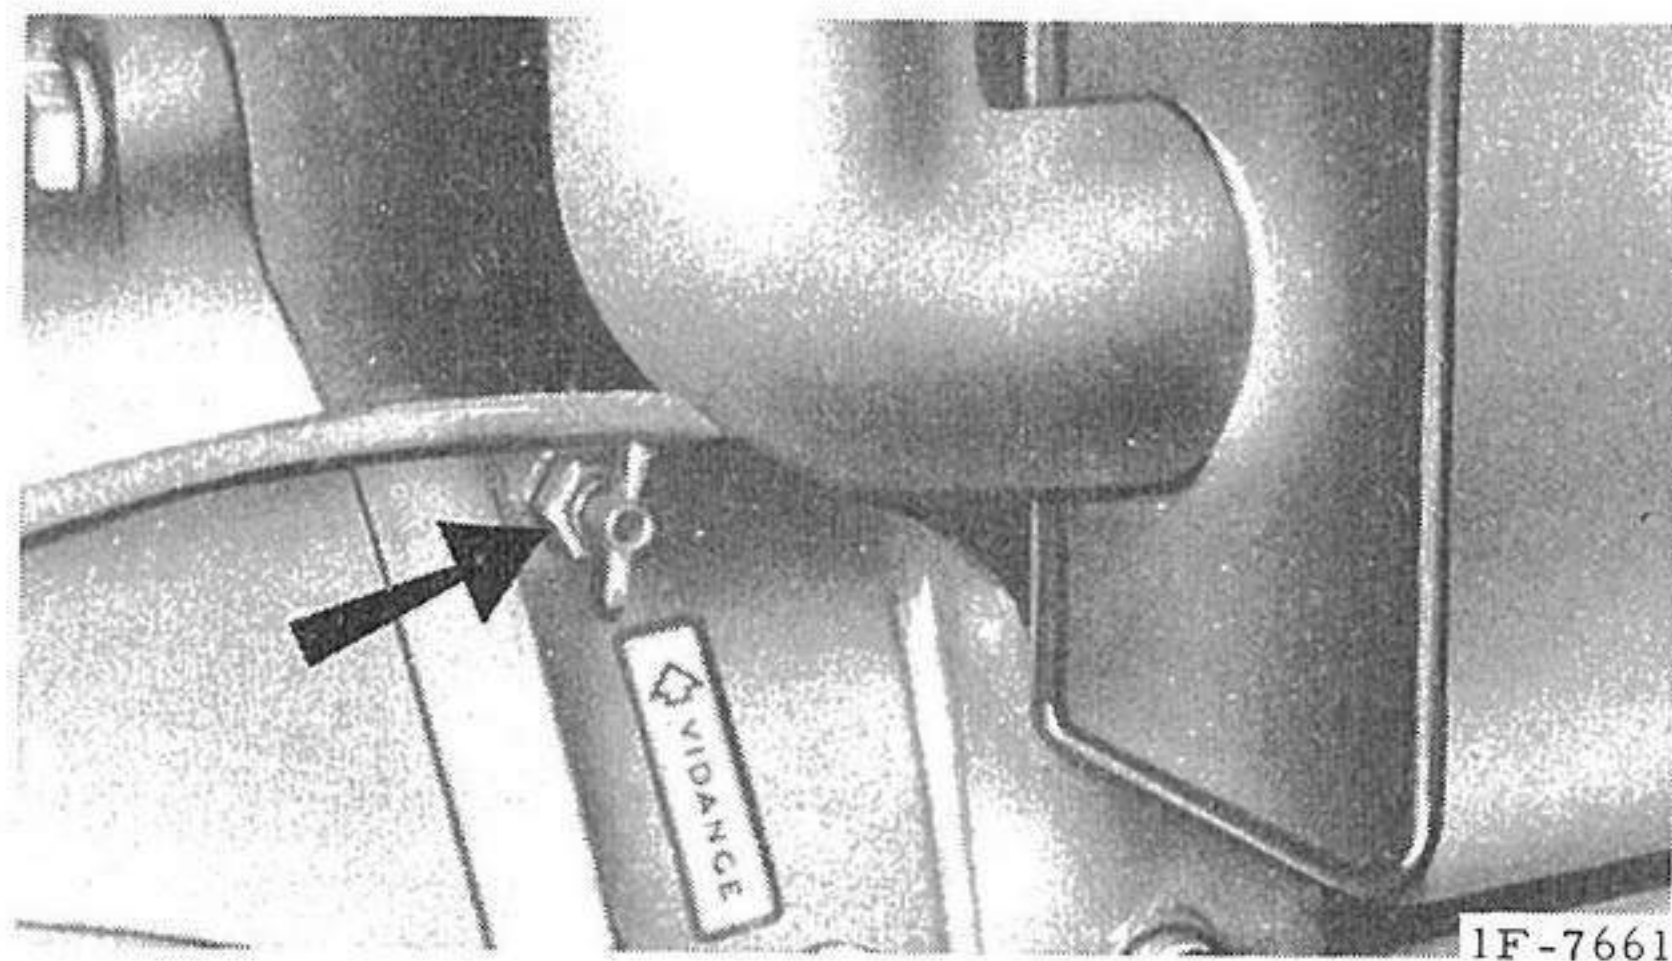

Fig. 19.- Robinet de vidange du bloc moteur
- Vidangez le système en dévissant les robinets de vidange et le bouchon de remplissage. Laissez la vidange s'effectuer complètement puis revissez les robinets de vidange (fig. 19 et 20).